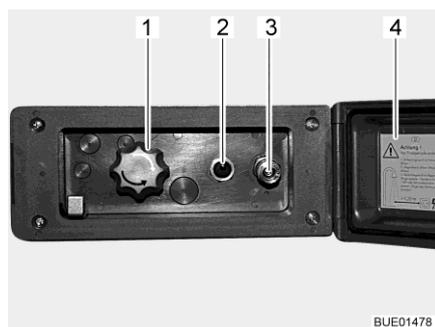

Fig. 123 Raccordo doccia esterno
- Sganciare ed aprire il coperchio (Fig. 123,4).
- Collegare il tubo flessibile della doccia esterna alla chiusura rapida (Fig. 123,3).
- Accendere la pompa dell'acqua con l'interruttore (Fig. 123,2).
- Regolare la temperatura dell'acqua ai gradi desiderati mediante la manopola (Fig. 123,1).
- Spegner la pompa dell'acqua con l'interruttore (Fig. 123,2).
- Spegnere la pompa dell'acqua con l'interruttore (Fig. 123,2).
- Chiudere il coperchio (Fig. 123,4) e bloccarlo con la chiave.
- Ruotare la manopola (Fig. 123,1) sulla posizione centrale.